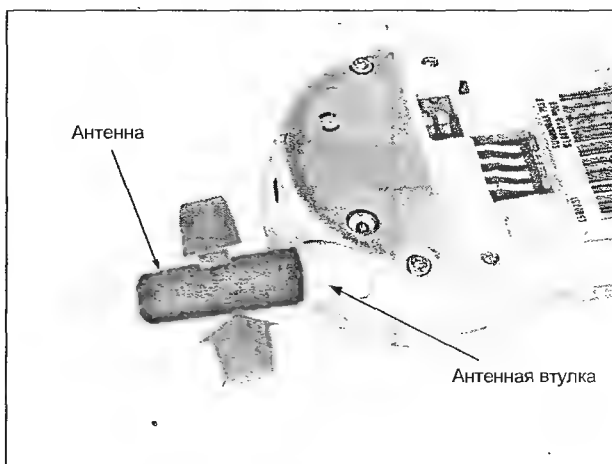

Рис. 4.8
- удерживая телефон одной рукой, другой выкручивают антенный штырь против часовой стрелки (рис. 4.8) и снимают его;